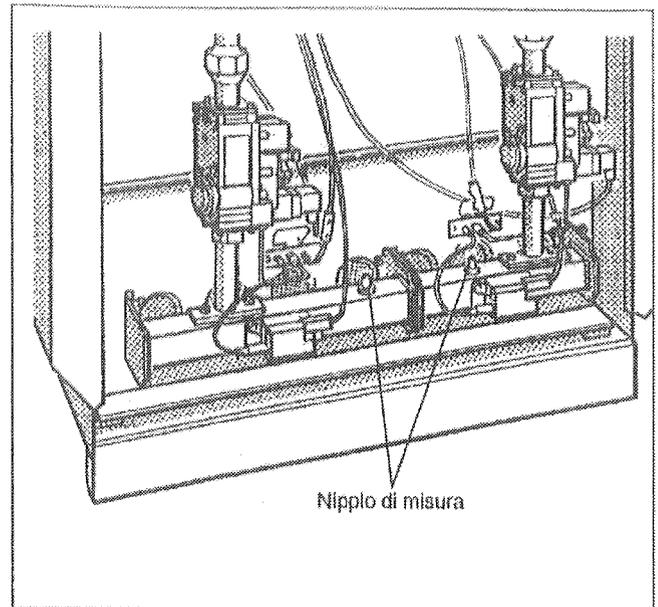

Fig. 29: Nipplo di misura del tubo di distribuzione gas
- Allentare di due giri il nipplo di misura del tubo di distribuzione gas (Fig. 29).